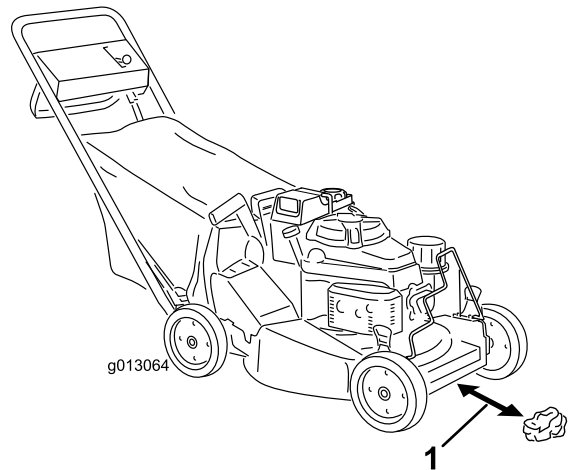

Figure 16
4. Placez le levier de changement de vitesses en position point mort (N).
5. Roulez en boule une demi-feuille de papier journal (environ 76 mm [3 po] de diamètre) et placez-la sous le tablier de coupe, comme montré à la Figure 16.
6. Placez une boule de papier journal à 12,7 cm (5 po) devant la machine (Figure 16).
- A. Placez une boule de papier journal à 12,7 cm (5 po) devant la machine (Figure 16).